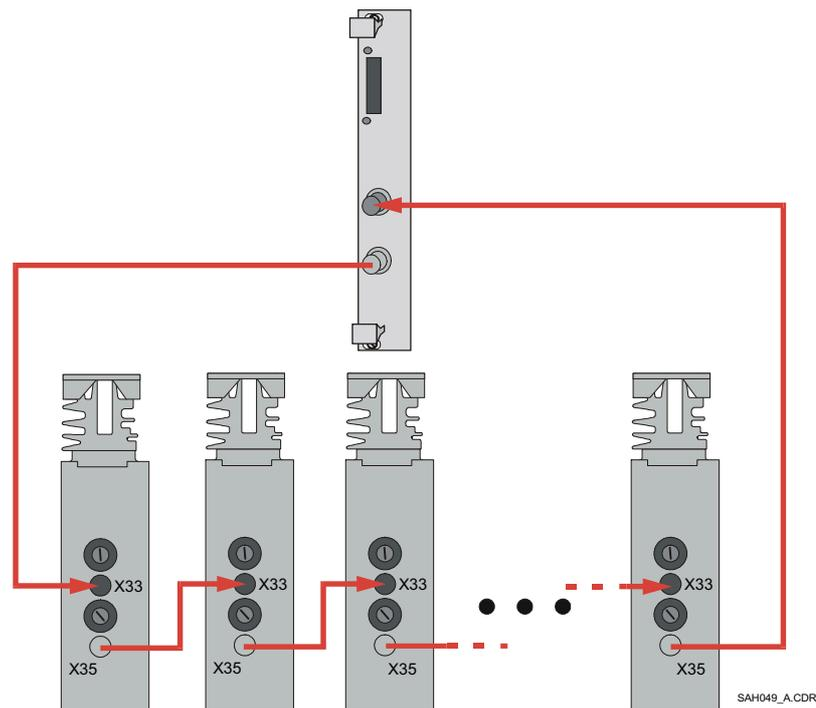

Abbildung 12 Lichtleiterbusverbindungen zwischen einem PAM Modul und SAM Servoverstärkern
8. Die EasyBus Kabel vorsichtig an ihre Gegenanschlüsse anschließen. Dabei beachten, daß jedes optische Kabel wieder an die dafür vorgesehene (graue oder weiße) Buchse angeschlossen wird. In Abbildung 12 ist die erforderliche EasyBus Konfiguration abgebildet. Das Kabel nur von Hand anbringen. Auf keinen Fall einen Schraubenschlüssel verwenden, da dessen Drehkraft zu groß ist.
6. Die optischen Kabel vorsichtig an ihre Gegenanschlüsse anschließen. Dabei beachten, daß jedes optische Kabel wieder an die dafür vorgesehene (graue oder weiße) Buchse angeschlossen wird. In Abbildung 12 ist die erforderliche EasyBus Konfiguration abgebildet. Das Kabel nur von Hand anbringen. Auf keinen Fall einen Schraubenschlüssel verwenden, da dessen Drehkraft zu groß ist.